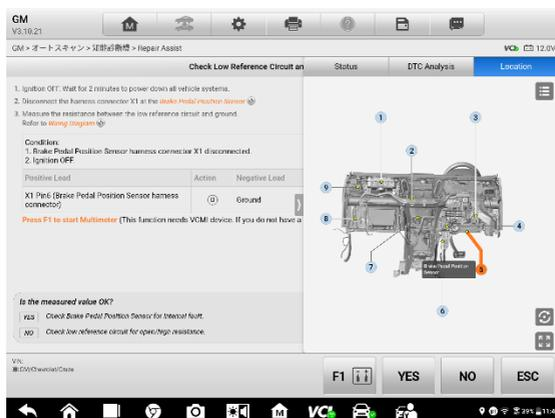

図 5-24 修復アシスト画面のサンプル 5
5. 場合によっては、回路を確認する必要があります。たとえば、図 5-24 を例にとると、最初のリンクアイコンをタップして位置図を開くと、車内のコンポーネントの吸気カムシャフト位置アクチュエータソレノイドバルブの位置が表示されます。